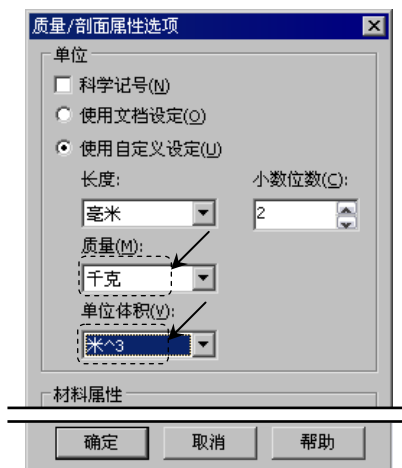

图 4.11.2 “质量/剖面属性选择”对话框
Step4. 在“质量属性”对话框中单击 **选项(O)...** 按钮，系统弹出图 4.11.2 所示的“质量/剖面属性选项”对话框。